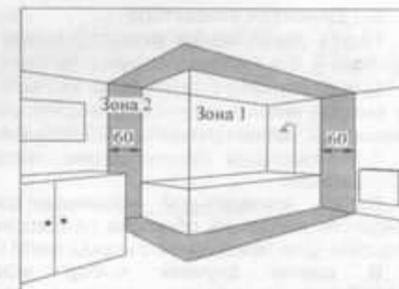

Рис. 5
5.5 Конвекторы с исполнением оболочки IP24 допускается устанавливать в ванных комнатах, душевых, бассейнах (см. рис.5).